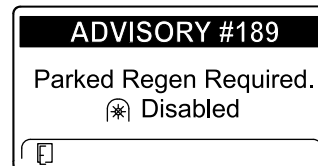

Figura 47
- Se não efetuar uma regeneração em estacionamento dentro de 2 horas, o InfoCenter indica que é necessária uma regeneração em estacionamento – tomada de força desativada AVISO N.º 189 (Figura 47).